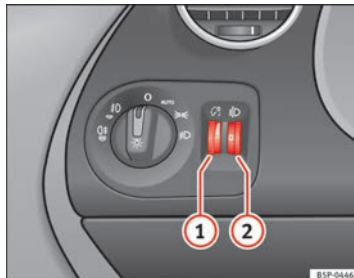

Abb. 74 Ausschnitt aus der Instrumententafel: Regler für die Instrumenten-/Schalterbeleuchtung und Leuchtweitenregulierung
Bei eingeschaltetem Licht lässt sich die Helligkeit der Instrumenten- und Schalterbeleuchtung durch Drehen des Rändelrades ⇒ Abb. 74 ① stufenlos regulieren.